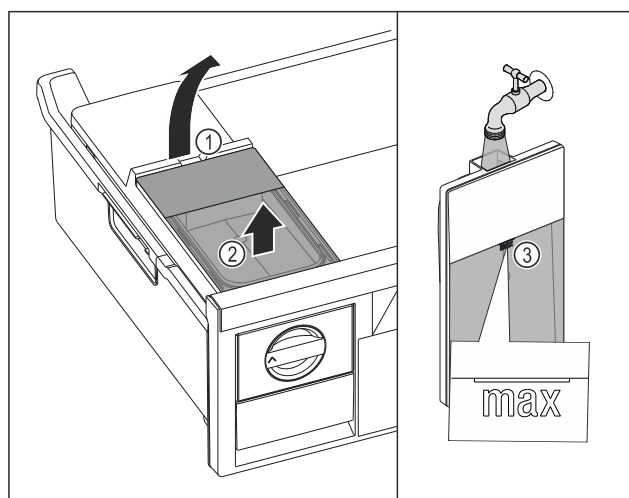

Fig. 123
- Zvedněte nádržku na vodu za vybrání Fig. 123 (1).
- Vyjměte nádržku na vodu nahoru. Fig. 123 (2)
- Naplňte nádržku na vodu pitnou vodou až po značku Fig. 123 (3).